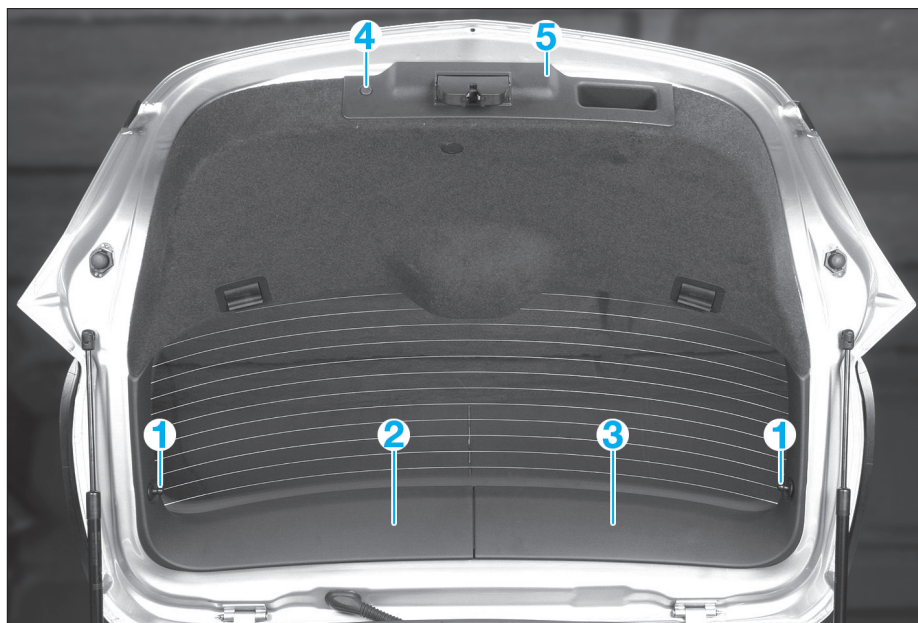

FIG. 63
- Dévisser les deux fixations (1) gauche et droite de soutien de la plage arrière (fig. 63).
- Décliper la garniture gauche (2) puis droite (3) d'encadrement de lunette arrière.
- Déposer le clous (4) de fixation de la poignée (5).
- Déposer la garniture de poignée (5).